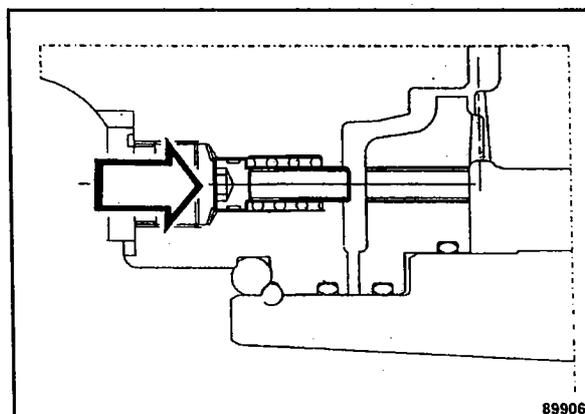

Fig. 74
- Insertar a presión ambos tornillos (Fig. 74) contra resortes.
- Soltar completamente ambos tornillos (Fig. 74) para cerrar el freno.